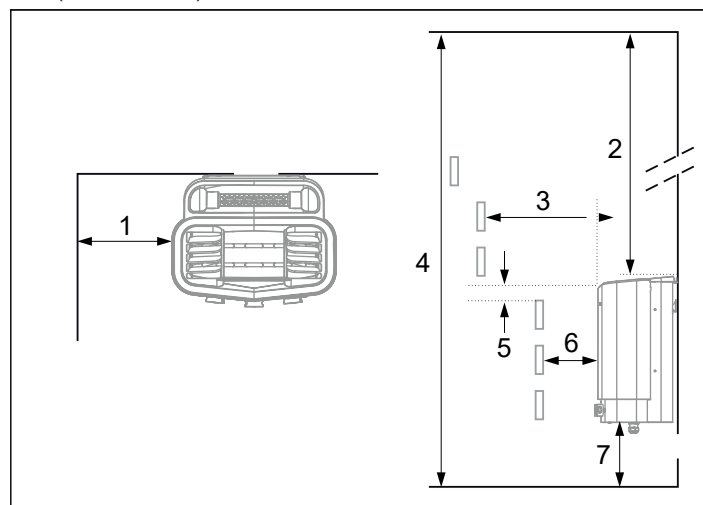

Abbildung 2: Positionierung der Heizung - normale Installation
- Positionieren Sie die Heizung in sicherem Abstand zum Boden, zu den Seitenwänden und zu Innenrauminstallationen (siehe Abb. 2).